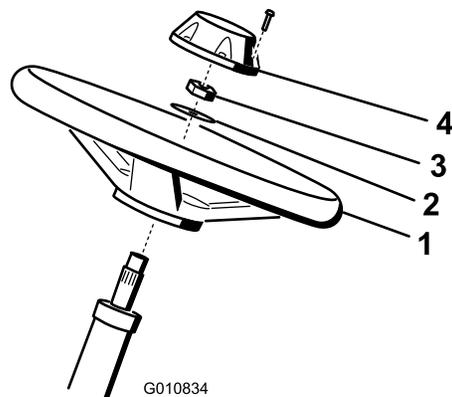

図 3
- ワッシャをステアリングシャフトにはめ込む 図 3。
- ジャムナットでハンドルを固定し、 $2735\text{N}\cdot\text{m}$ ($2.83.6\text{kg}\cdot\text{m}$ $2026\text{ft}\cdot\text{lb}$) にトルク締めする 図 3。
- キャップを取り付け、ねじで固定する 図 3。
- ハンドルをステアリングシャフトにはめ込む 図 3。